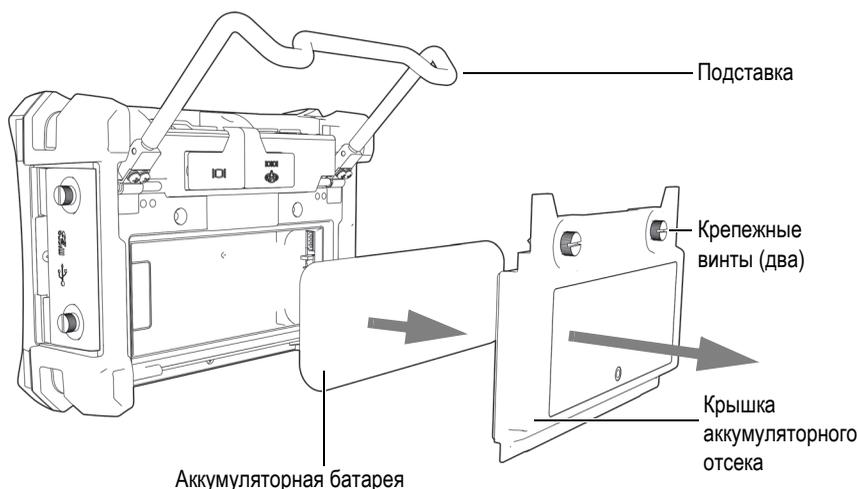

Рис. 1-11 Извлечение литий-ионной аккумуляторной батареи
1. Разверните подставку прибора (см. Рис. 1-11 на стр. 29).
2. Ослабьте винты (2), фиксирующие крышку аккумуляторного отсека на задней стенке прибора.